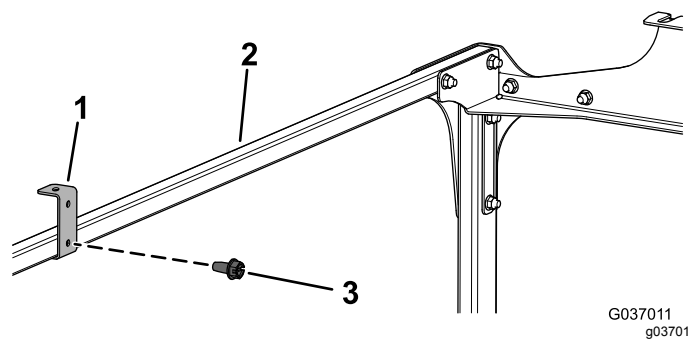

Figura 12
13. Instale os dois suportes de apoio do teto nas tubagens da ligação cruzada utilizando dois parafusos autorroscantes (¼ pol. x ½ pol.), como se mostra na Figura 12.